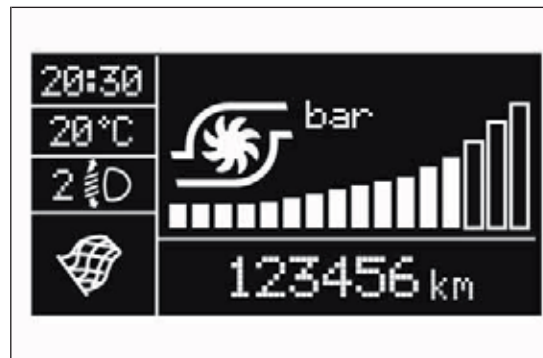

РИС. 8
- В некоторых исполнениях после выбора режима управления "DYNAMIC" (см. параграф "Система Alfa DNA" в этом разделе) на дисплей выводится параметр давления турбины РИС. 8.